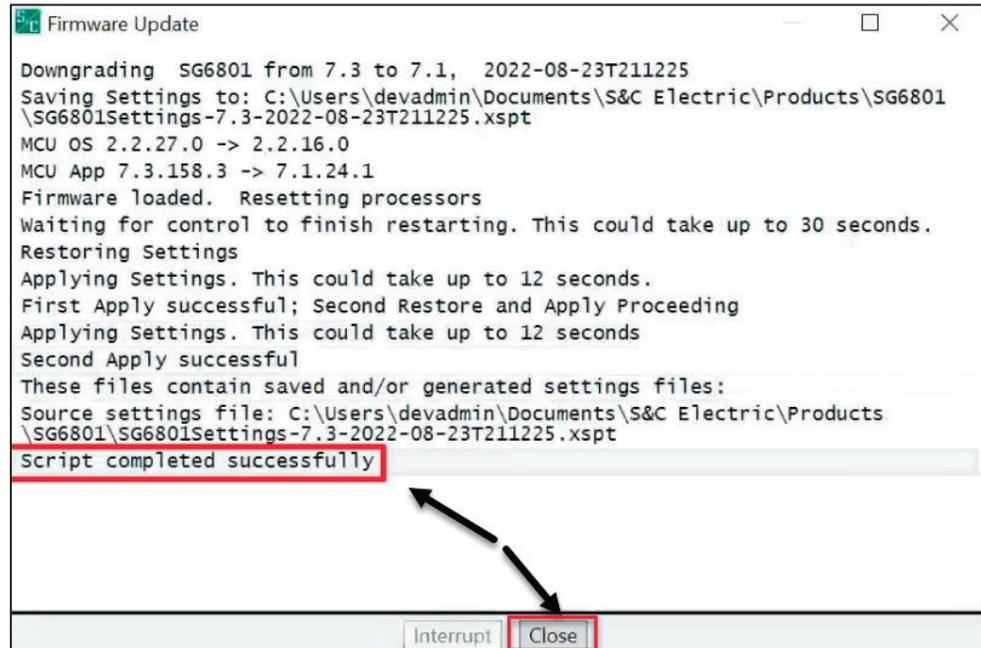

Figura 50. El aviso “Script completado con éxito”.
PASO 18. Cuando se indique “Script completed successfully” (“El Script se ha completado con éxito”) en la ventana de diálogo Firmware Update (Actualización del Firmware), haga clic en el botón **Cerrar**. Ver Figura 50.